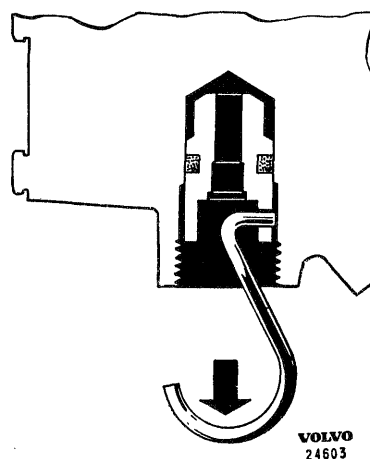

Bild 13. Demontering av ventilsåte, reduceringsventil
2. Lossa proppen och tag ut fjädern (11) och ventilkägla (12). Drag ut ventsätet (10) med hjälp av en liten krok, se bild 13.